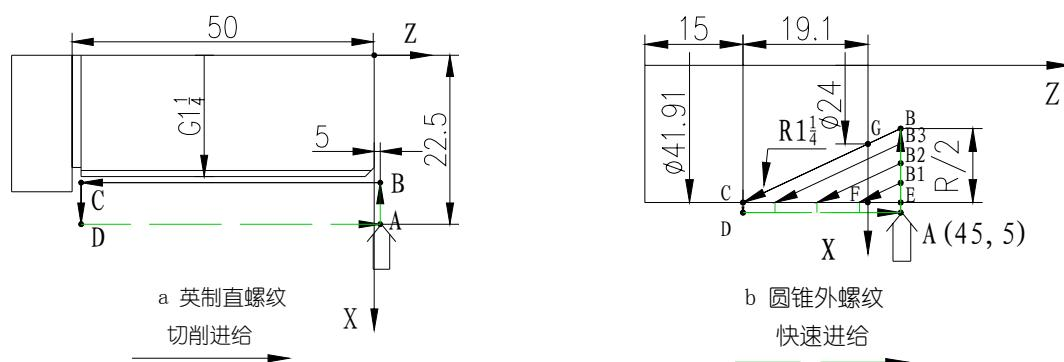

图 4-15-8
如下图 4-15-8:
**例 1:** 加工图 4-15-8 a 所示的英制圆柱管螺纹。( $G1 \frac{1}{4}$ : 牙数 11,  $d=41.910$ ,  $d2=40.431$ ,  $d1=38.952$ )
**例 2:** 加工图 4-15-8 b 所示的圆锥外螺。（ $R1\frac{1}{4}$ :  $d=41.910$ ,  $d2=40.431$ ,  $d1=38.952$ ,  $P=2.309$ , 螺纹有效长度 19.1）